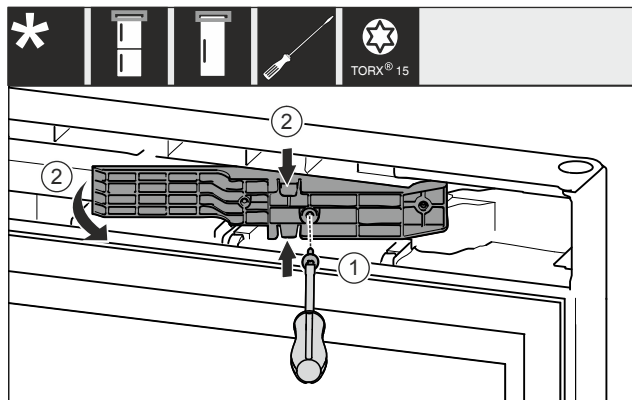

Fig. 12 *
- Ruuvaa ruuvit auki T15-ruuvimeisselillä. Fig. 12 (1)*
- Vedä sovitinkappale ulos. Fig. 12 (2)*